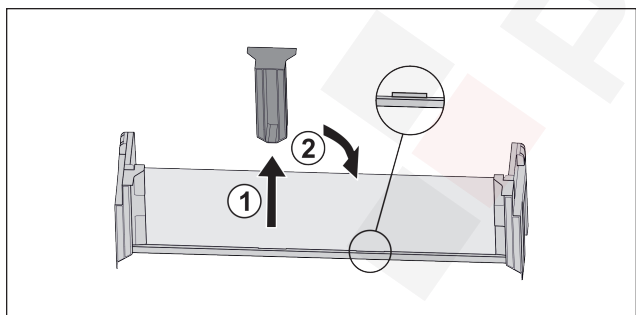

Fig. 20
- Húzza le róla a középső tartóelemet Fig. 20 (1).
- Tegye be a középső tartóelemet a második pozícióba Fig. 20 (2).